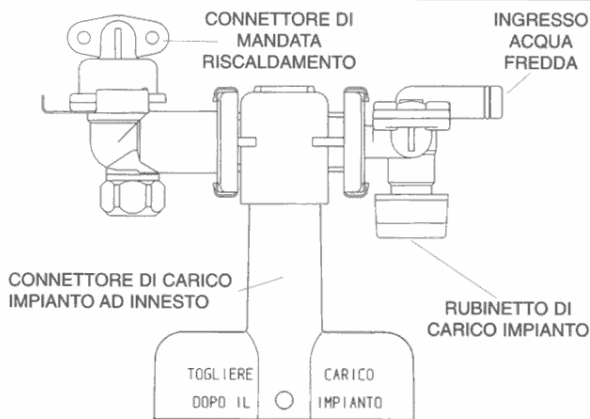

Fig. 8a: Gruppo di riempimento
- Inserire il connettore di carico impianto ad innesto (vedi Fig. 8a).